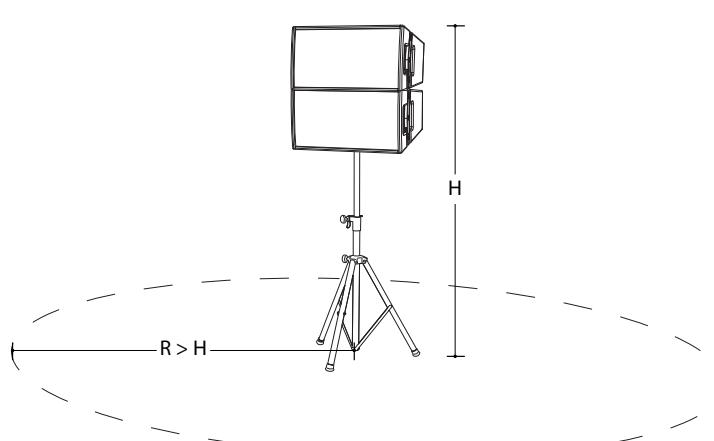

Fig.13
- Assicurarsi che non sia consentita al pubblico l'area di sicurezza e che il raggio ( $R$ ) sia uguale o maggiore all'altezza ( $H$ ) di montaggio (fig.13).
- Ensure that public is not allowed within a safety area which radius ( $R$ ) is equal or higher than assembly height ( $H$ ) (fig.13).